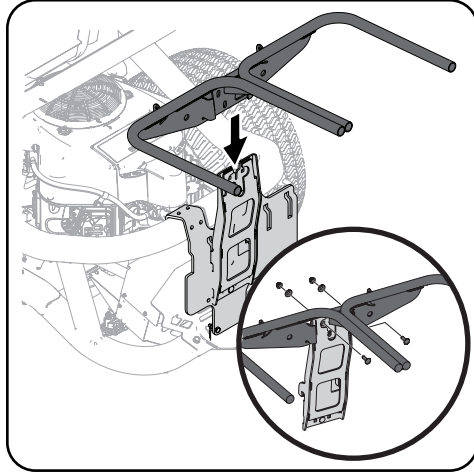

Figura 4-11
5. Coloque la cubierta superior de la embolsadora, para lo que debe alinear las lengüetas de la cubierta y deslizar el pasador de montaje en el canal como se muestra en la Figura 4-11.